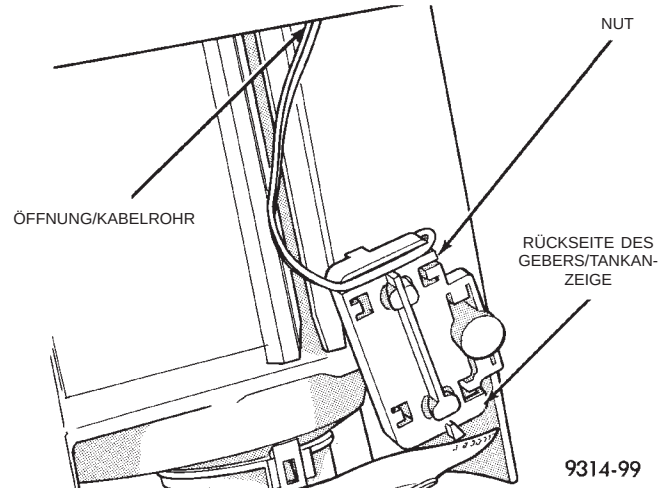

Abb. 20 Einbau, Geber/Tankanzeige
(1) Die Anschlußkabel des Gebers/Tankanzeige in die Unterseite des Kabelrohrs einführen.
(2) Die Kabel in der Nut an der Rückseite des Gebers/Tankanzeige einhängen (Abb. 20).